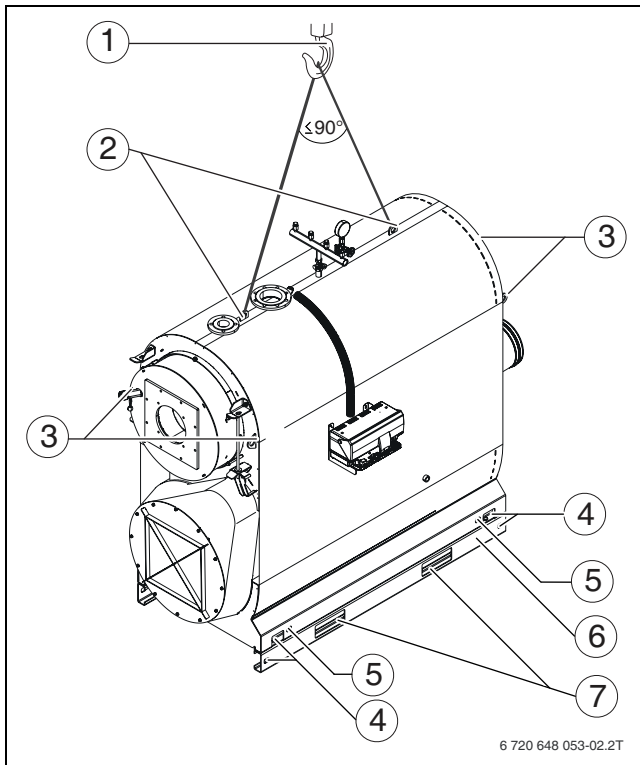

Fig. 6 Sollevare la caldaia con una gru
- ▶ Agganciare i ganci della fune di trasporto nei fori delle due lamiere di rinforzo del blocco caldaia (→ fig. 6, [2]).
- ▶ Agganciare i ganci della gru (→ fig. 6, [1]) al cavo di trasporto.